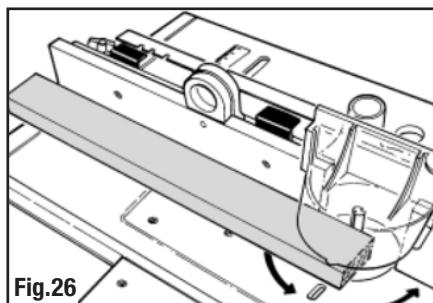

Fig.26
- A l'aide d'un tasseau bien droit, alignez le tranchant de la fraise sur la face en MDF arrière (Fig. 26). Vous pouvez alors commencer à fraiser.